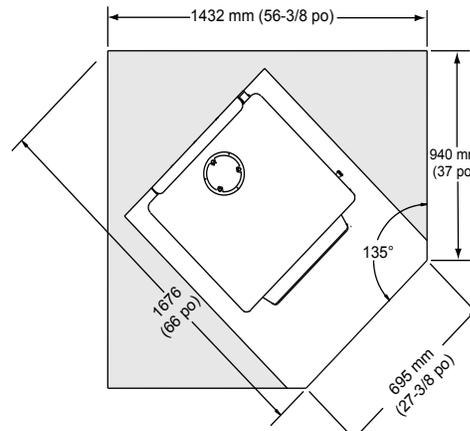

Figure 8.2
Au Canada, une protection similaire doit être installée jusqu'à 457 mm (18 po) à l'avant et 203 mm (8 po) à l'arrière et les côtés de l'appareil. **Figure 8.2 *Voir exception.**
***EXCEPTION :** Des protections incombustibles pour les sols doivent s'étendre sous le conduit lorsque l'évacuation est horizontale et se prolonger de 51 mm (2 po) de chaque côté du conduit. **Voir figure 8.2**